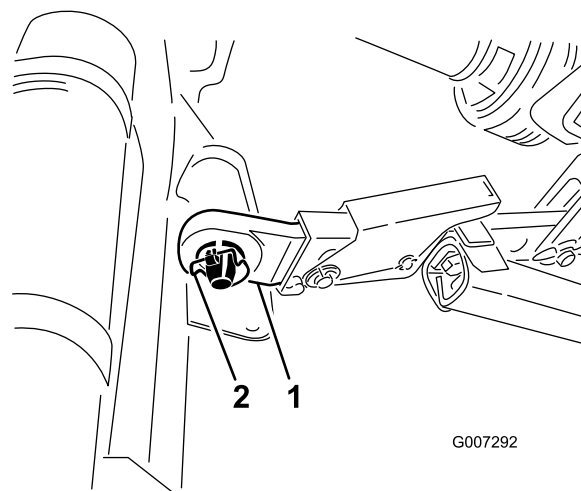

図 6
5. ヒッチピンに左右の下リンクアームを挿入する 図 6。
6. リンチピンで、下リンクアームをヒッチピンに固定する 図 6。